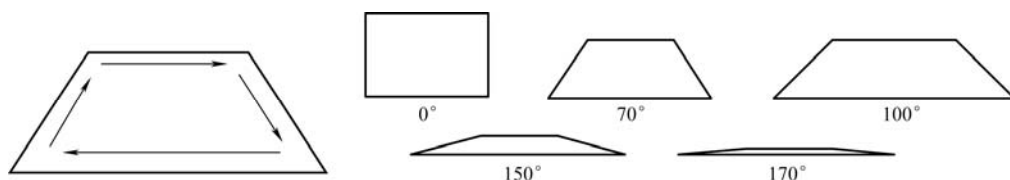

图 3-66 平行偏差
(5) **Parallel Deviation** (平行偏差) 针对边矢量的点积, 通过点积中的余弦值求出最大的夹角, 如图 3-66 所示。平行偏差为 0° 最好, 此时两对边平行, 中间无节点的四边形的警告限值为 70° , 如果超过 150° , 则给出错误信息。